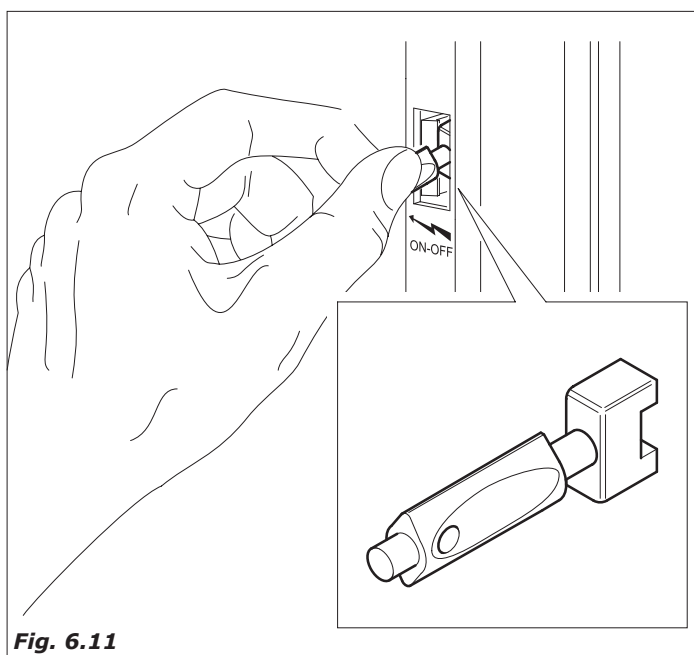

Fig. 6.11
- Per alcune operazioni è però necessario operare con porta aperta, ma distributore attivo. E' possibile, per il tecnico installatore, operare in questo modo, inserendo la speciale chiavetta in plastica (riarmo dixon) (fornita in dotazione nel corredo del distributore automatico) nell'interruttore porta, ruotandola di 90° (Fig.6.11).